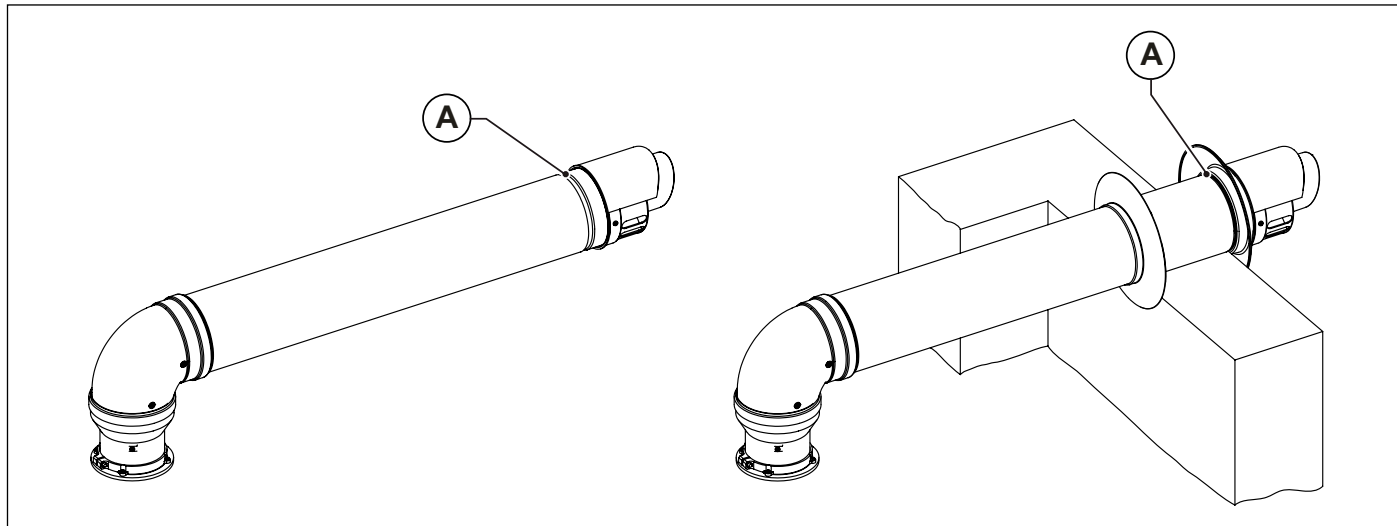

Fig. 15 Instalación terminales en el pared
Los terminales de aspiración de aire y evacuación de los humos, desdoblados y coaxiales, están dotados de un canal (A) en la parte final para la fijación del rosetón externo (ver Fig. 15 Instalación terminales en el pared).